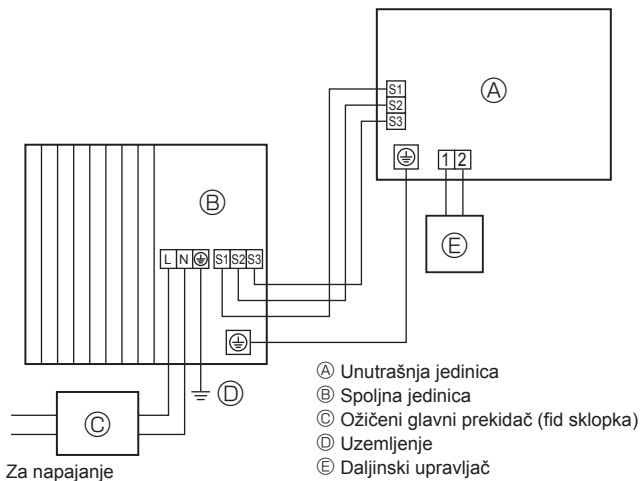
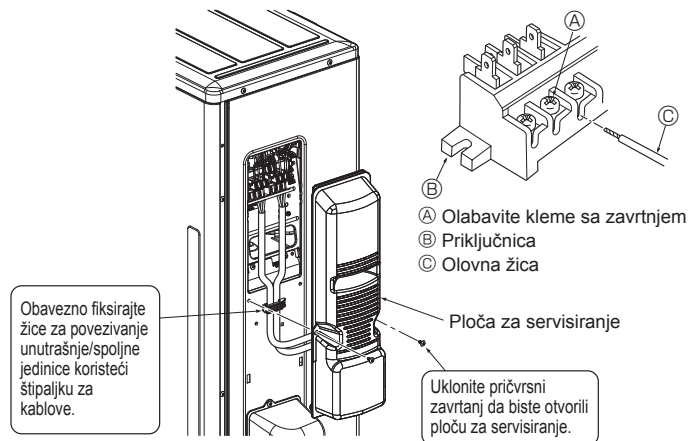
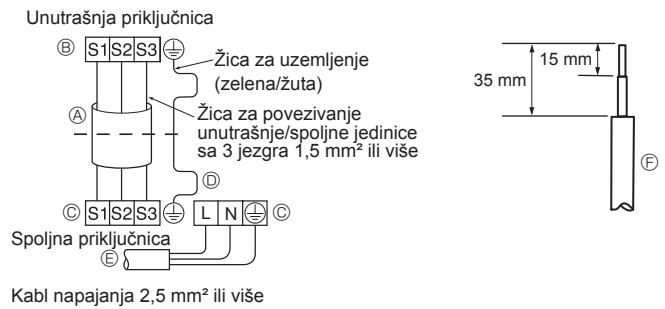

Fig. 6-1
Fig. 6-3
Fig. 6-2
6.1. Spoljna jedinica (Fig. 6-1, Fig. 6-2, Fig. 6-3)
- ① Skinite ploču za servisiranje.
- ② Povežite kablove u skladu sa slikama Fig. 6-1, Fig. 6-2 i Fig. 6-3.
- Sprovedite ožičenje kako je prikazano na dijagramu u donjem levom uglu. (Nabavite kabl u radnji) (Fig. 6-2)